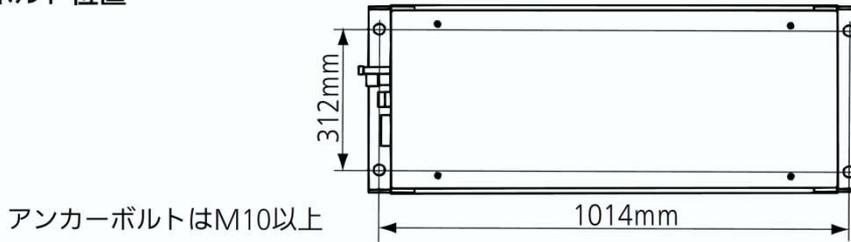

図1
1. アンカーボルトはM10以上を使用してください。アンカーボルトは現地手配です。（図1）